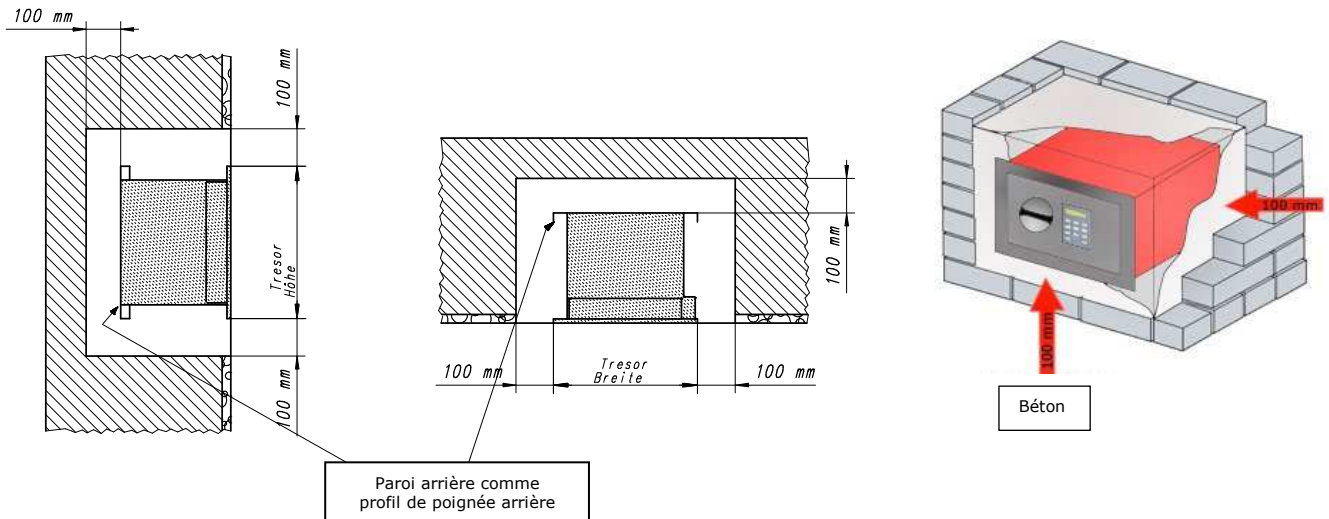

Figure 1 : Dimensions minimales de l'ouverture murale pour coffre-fort mural intégré
- Étant donné que le coffre-fort mural doit être entouré de tous côtés par une couche de béton d'au moins 100 mm d'épaisseur, le renforcement dans le mur doit être au moins 100 mm plus grand que les dimensions extérieures du coffre-fort (voir Figure 1).